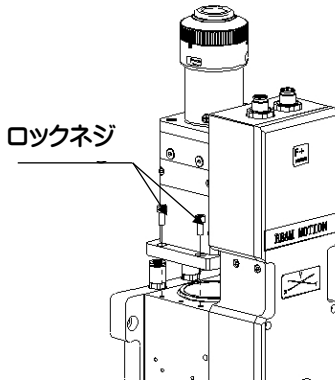

図 6.3 - コリメート部品を取り外す
- 3mm の内側の六角スパナを使用して(図 6.3 に示すように)コリメート部品のネジを緩め、レーザーヘッド内部に埃が落ちないように、クレープ紙で部品をシールします。